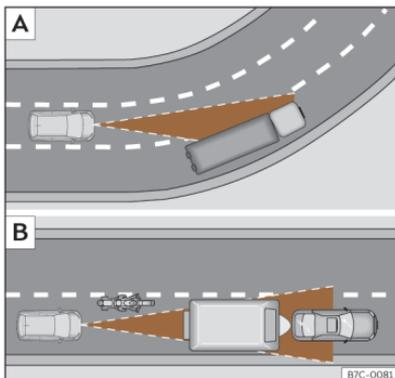

Abb. 132 **A** Fahrzeug in einer Kurve. **B** Vorausfahrender Motorradfahrer außerhalb des Erfassungsbereichs des Radarsensors.
Es ist möglich, dass die ACC das vorausfahrende Fahrzeug in der Kurve nicht erkennt oder die Entfernung zu Fahrzeugen einstellt, die sich auf anderen Fahrspuren befinden >>> **(Abb. 132) A**.
- Versetzt fahrende Fahrzeuge oder Fahrzeuge, die außerhalb des Erkennungsbereichs des Sensors fahren, z. B. Motorräder >>> **(Abb. 132) B**.